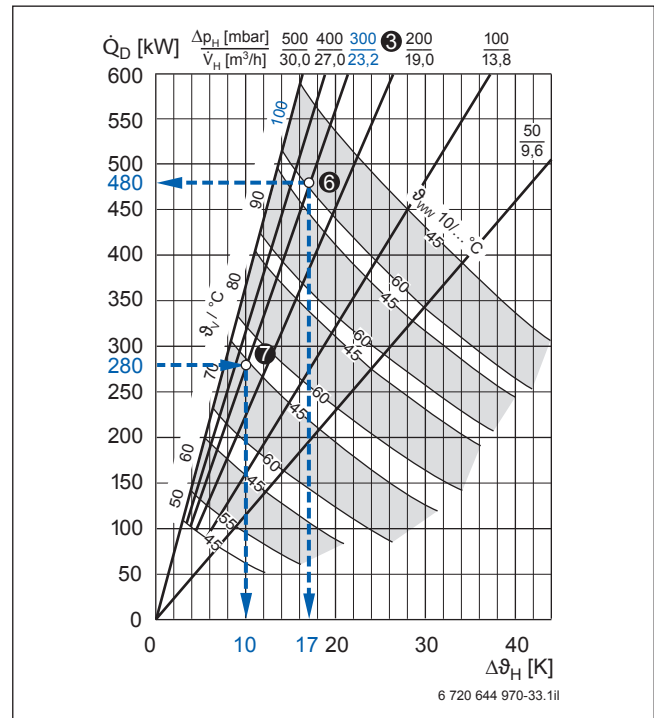

Bild 44 Warmwasser-Dauerleistung Logalux LTN2500 und LTN3000; Beispiel blau hervorgehoben (Abhängige Größen → Bild 39, Seite 55, Vorlage → Bild 86, Seite 115)
Zweckmäßigerweise ist vorab aus den verfügbaren Daten die k-Zahl für einen realen Betriebspunkt mit übertragbarer Leistung zu berechnen. Dazu wird der Speichertyp Logalux LTN ❶ gewählt. Mit dem zugehörigen Dauerleistungsdiagramm lässt sich als Druckverlustlinie die Kurve bei  $\Delta p_H = 300 \text{ mbar}$  als zutreffend annehmen (Beispiel → Bild 44, ❸). Diese ist für die weitere Berechnung beizubehalten. Damit ist eine konstante Strömungsgeschwindigkeit im Wärmetauscher festgelegt.